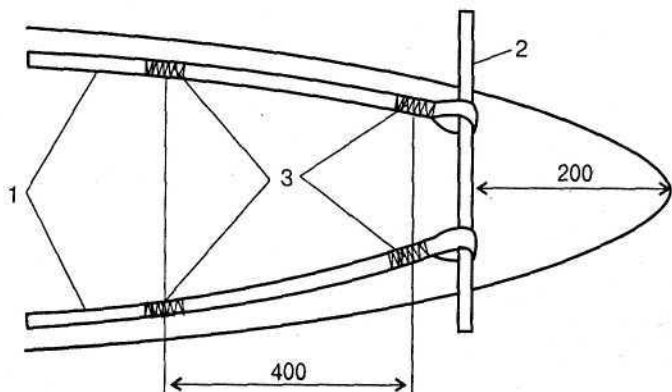

Рис. 61. Пришивание обвязки: 1 — обвязка-леер; 2 — кольцо обвязки; 3 — места пришивания к днищу
**Пришивание обвязки и тесемок.** Обвязку-леер и кольца делают из материала днища. Ленту пришивают к днищу капроновыми нитками. На концах ленты делают петли с периметром 40 мм (рис. 61). На днище по осевой линии приваривают (приклеивают) протектор шириной 50 мм.